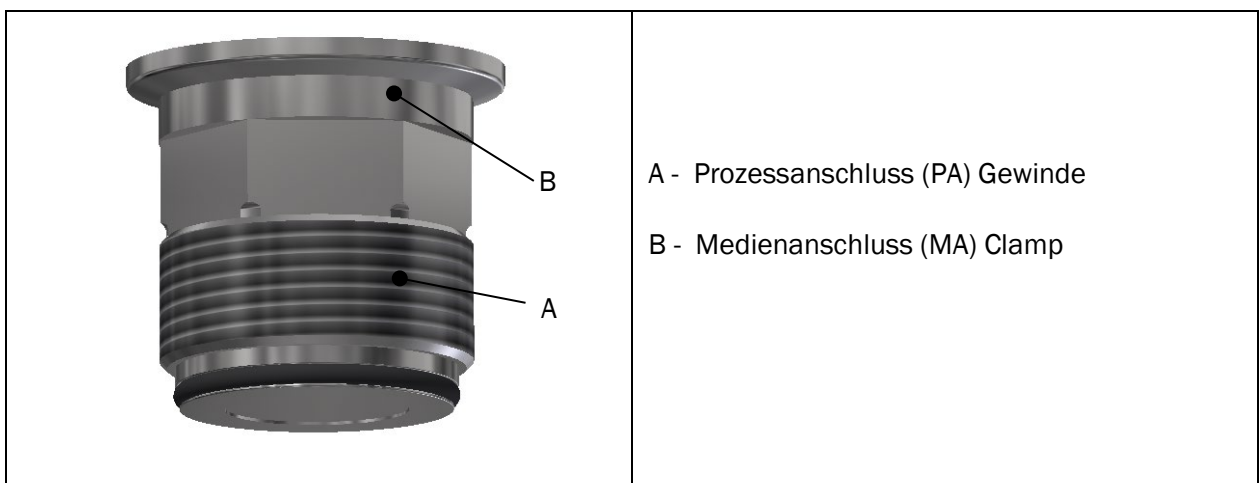

Abbildung 5.2-6: Einbau Gewindeanschluss
2. Dichtfläche im Behälterstutzen sowie auf dem Clampanschluss der Mediumszufuhr (B, Abb. 5.2-6) und das Gewinde (A, Abb. 5.2-6) auf Verunreinigungen prüfen.